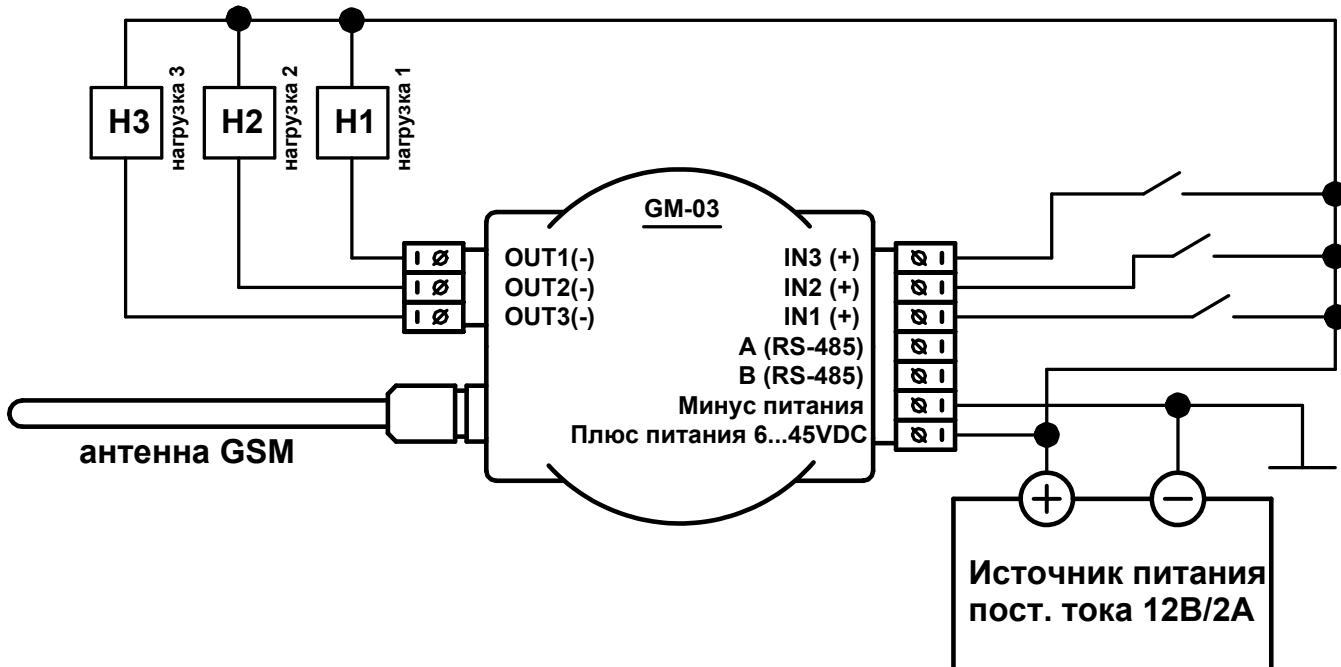
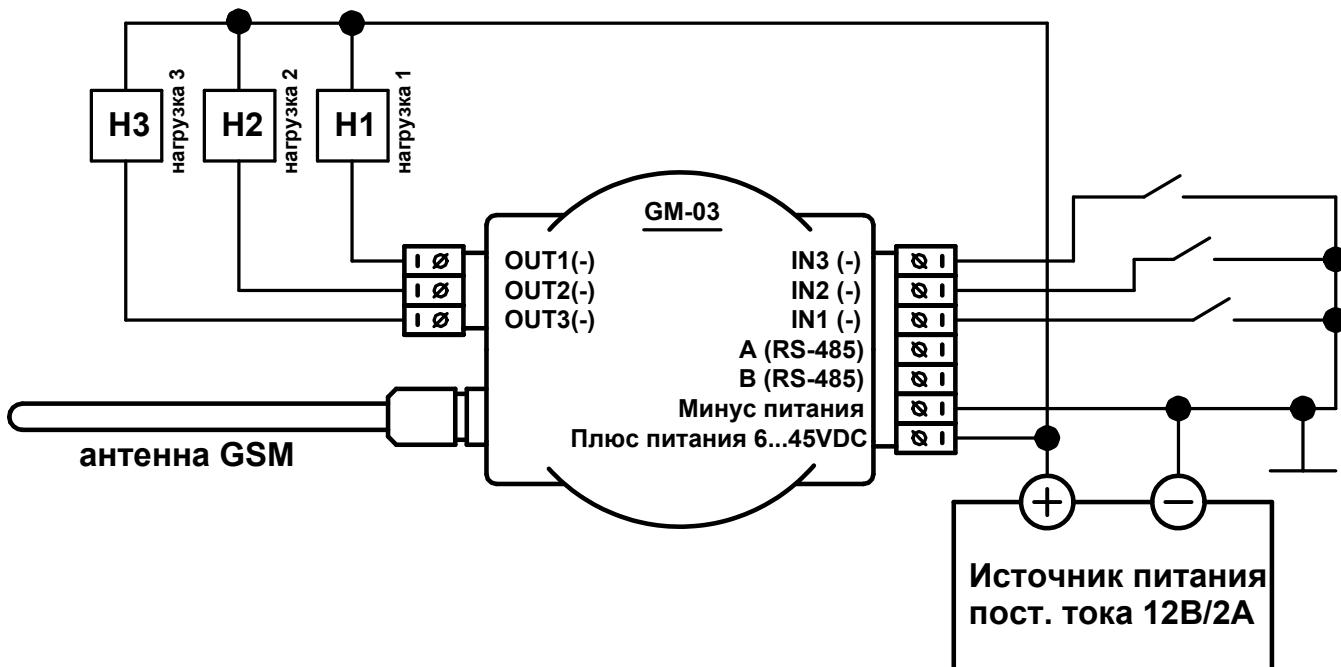

Рис. 1.1 Типовая схема подключения GM-03 (входы – замыкание на плюс)
Рис. 1.2 Типовая схема подключения GM-03 (входы – замыкание на минус)
- Подключите цепи питания, входов и выходов согласно одной из схем подключения на Рис. 1.1 или Рис. 1.2 (используйте блок питания или аккумулятор с допустимым пиковым током нагрузки не менее 2А)